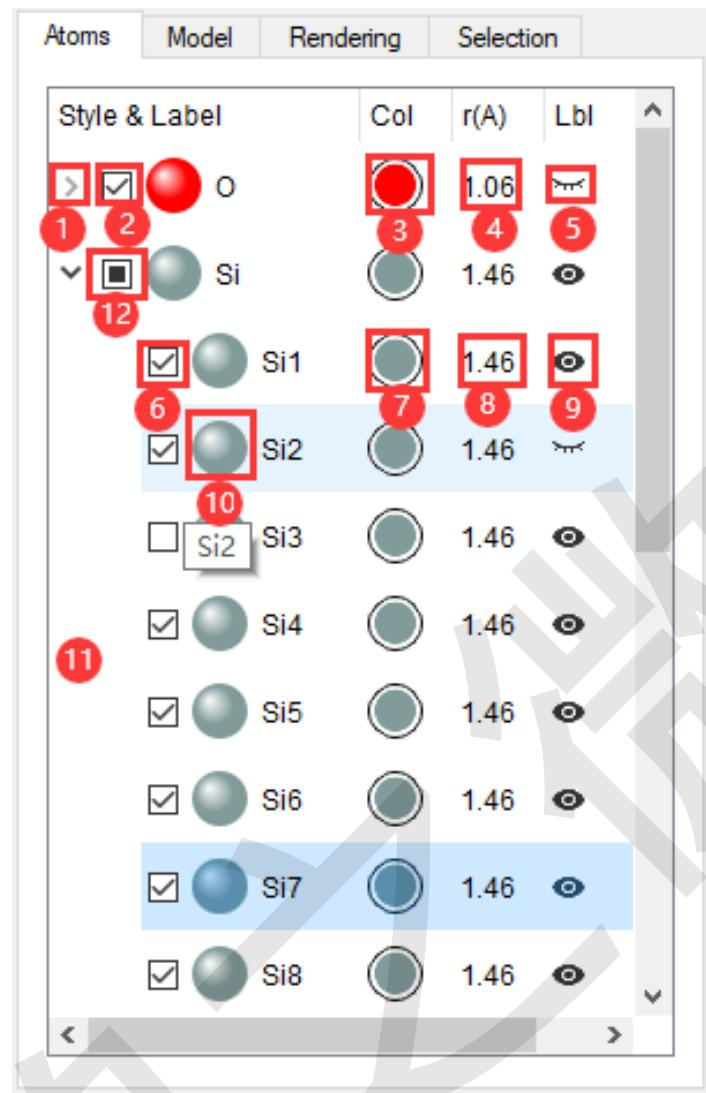
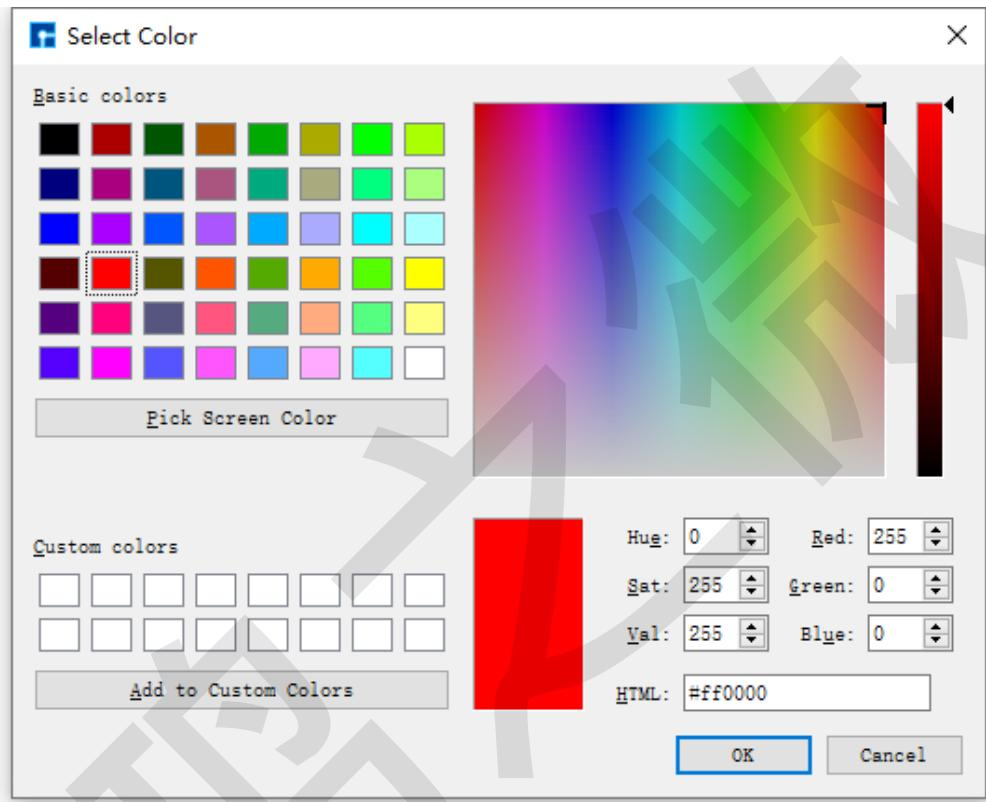

图 7.11: 原子结构精修模块参数调节区域-Atoms 区域
图 7.12: Select Color 界面
原子结构精修模块（Structure Refinement Module，简称：SRM）参数调节区域的 Atoms 区域如图 7.11 所示，该模块功能如下：
对原子结构精修模块 (Structure Refinement Module, 简称: **SRM**) 参数调节区域的 Atoms 区域, 即 图 7.11 中各标号功能进行说明如下:
- 图 7.11 中标号 ①: 将结构中的原子按照元素模式收缩或按照标签模式铺开;
- 图 7.11 中标号 ②: 在**SRM-结构显示区域** 显示或隐藏结构中同一元素的所有原子;
- 图 7.11 中标号 ③: 修改结构中同一元素的颜色;
- 点击 图 7.11 中标号 ③ → 弹出 Select Color 界面如 图 7.12 所示 → 选择颜色或填写 RGB 值 → 点击 *OK* 按钮，即可修改○元素颜色（即：所有○原子颜色）。
- 图 7.11 中标号 ④：修改结构中同一元素的半径；
- 双击 图 7.11 中标号 ④ → 修改半径数值，即可修改○元素半径（即：所有○原子半径）。
- 图 7.11 中标号 ⑤：在 *SRM-结构显示区域* 显示或隐藏结构中同一元素所有原子的标签；
- 图 7.11 中标号 ⑥：在`SRM`-结构显示区域 显示或隐藏结构中某一原子；
- 图 7.11 中标号 ⑦：修改结构中某一原子的颜色；
- 点击 图 7.11 中标号 ⑦ → 弹出 Select Color 界面如 图 7.12 所示 → 选择颜色或 填写 RGB 值 → 点击 OK 按钮，即可修改 Si1 原子颜色。
- 图 7.11 中标号 ⑧：修改结构中某一原子的半径；
- 双击 图 7.11 中标号 ⑧ → 修改半径数值，即可修改 Si1 原子半径。
- 图 7.11 中标号 ⑨：在`SRM`-结构显示区域 显示或隐藏结构中某一原子的标签；
- 图 7.11 中标号 ⑩：鼠标放置在该位置可悬浮显示原子的标签；
- 当原子标签过长显示不齐全时，可将鼠标放置在该位置，则会显示该原子完整的标签。如鼠标放置在 图 7.11 中标号 ⑩ 位置处，则显示 Si2 原子完整的标签。
- 图 7.11 中标号 ⑪：可以是 Atoms 区域的任一位置，可通过鼠标右击的方式修改结构中所有元素的颜色或半径；
- 点击 图 7.13 中标号 ⑨ → 弹出 Select Color 界面如 图 7.12 所示 → 选择颜色或填写 RGB 值 → 点击 *OK* 按钮，即可修改 **SRM-结构显示区域** 背景颜色。
- *Color* : 显示选中原子 (如: O43 原子) 的颜色。点击 *Color* 后的颜色按钮 → 弹出 Select Color 界面如 图 7.12 所示 → 选择颜色或填写 RGB 值 → 点击 *OK* 按钮, 即可修改 O43 原子颜色;